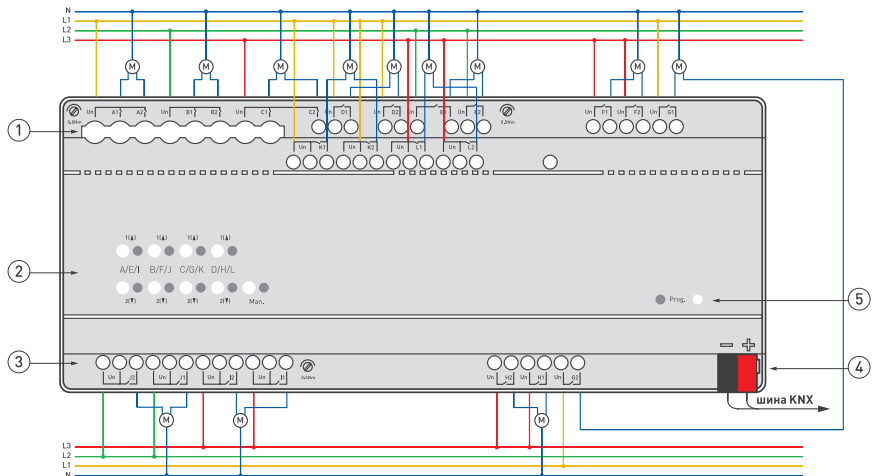

Рисунок 1. Пример подключения релейного модуля при использовании 24 каналов вкл./выкл. и 3-фазной сети.
3.3. Подключите шину данных KNX [красный и черный провода в кабеле KNX] к соответствующим клеммным колодкам, соблюдая полярность и цвета проводов, затем подключите силовые клеммы в соответствии с проектом, см. Рисунок 1.